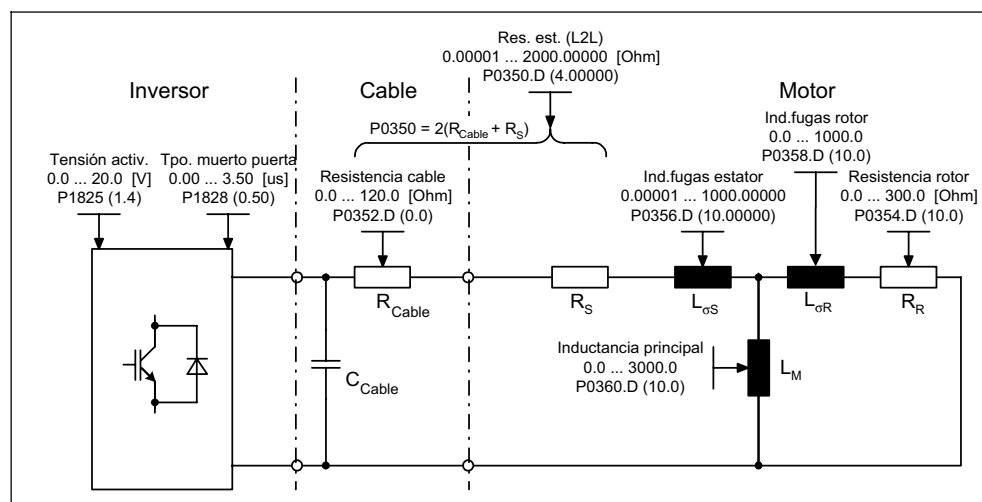

Figura 3-23 Esquema equivalente (ESB)
El cálculo de datos internos del motor / de control se lleva a cabo mediante el parámetro P0340 o indirectamente con los parámetros P3900 (véase capítulo 3.5.2) o P1910 (véase capítulo 3.5.4). La funcionalidad del parámetro P0340 se puede usar, por ejemplo, cuando son conocidos los datos del esquema equivalente (véase Figura 3-23) o los momentos de inercia. El P0340 se puede ajustar a:
- Esquema equivalente (ESB, véase Figura 3-23) → P1910 = 1
Cuando se inicia la identificación por primera vez (con P1910 = 1), se parte de los datos de la placa de características (valores nominales) y se calculan los siguientes datos (véase Figura 3-23):
Con la identificación de los datos del motor (con P1910 = 3) se determina, además de los datos del esquema equivalente, la curva de magnetización del motor (véase Figura 3-23). Si el sistema motor-conversor opera en la zona de debilitamiento de campo, se tiene que averiguar esa curva, sobre todo para el control vectorial. El MICROMASTER puede calcular exactamente, mediante la curva de magnetización, la corriente formadora de campo en la zona de debilitamiento y alcanzar una gran exactitud de par.